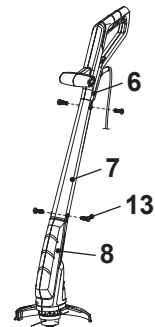

Fig. 2
3. Fije la barra superior (6), la barra media (7) y la barra inferior (8) con cuatro tornillos (13) en el sentido de las agujas del reloj (Fig. 2).